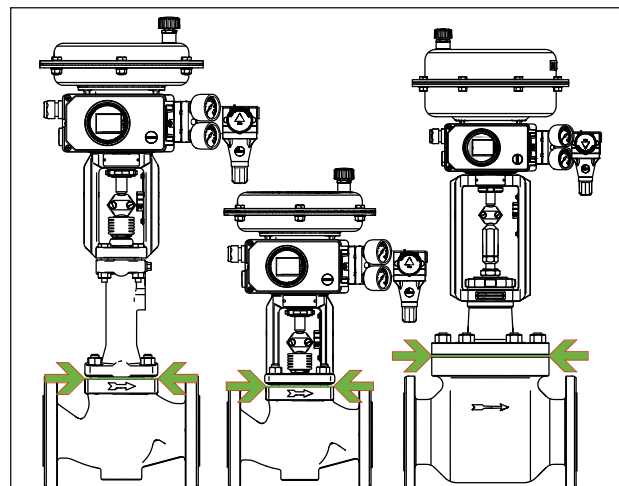

Рис. 15: Граница изоляции регулирующих клапанов (пример)
- ⇒ Изолируйте регулирующие клапаны до фланца крышки корпуса клапана, см. Рис. 15. Это также относится к исполнениям с сильфоном или изолирующей вставкой при температуре среды ниже 0 °C или выше 220 °C. Если изолирующая ставка также изолируется, она теряет свою функцию!